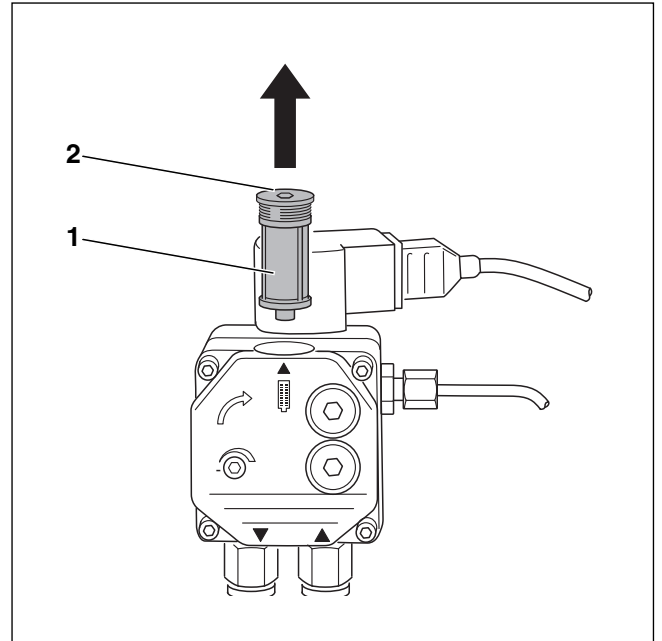

Bild 39 Ölpumpenfilter prüfen – Ölpumpe Danfoss
- ▶ Die Innensechskantschraube an der Oberseite (→ Bild 39, [2]) lösen.
- ▶ Ölpumpenfilter (→ Bild 39, [1]) nach oben herausziehen.
- ▶ Ölpumpenfilter (→ Bild 39, [1]) mit Waschbenzin reinigen, ggf. austauschen und wieder in die Ölpumpe einbauen.